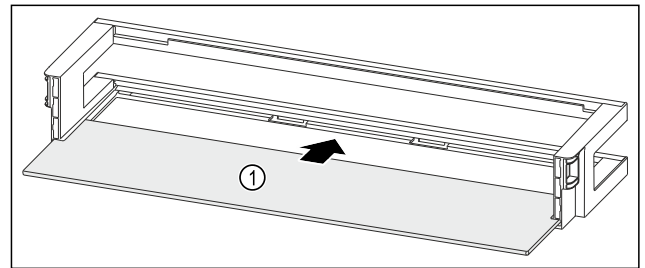

Fig. 118 Türabsteller mit Abstellfläche
- ▶ Abstellfläche Fig. 118 (1) in die seitlichen Einsparungen einschieben.